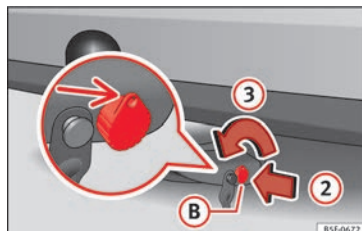

Fig. 217 Déverrouiller la serrure
- Introduisez la clé **(B)** dans la serrure dans le sens de la flèche **(2)** » fig. 217.